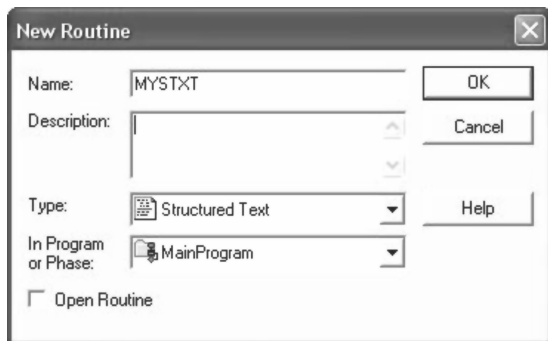

图 15-3 新建例程对话框
13. 使用以下信息创建一个新的结构化文本例程（提示-在“主程序”（MainProgram）上单击右键），如图 15-3 所示。